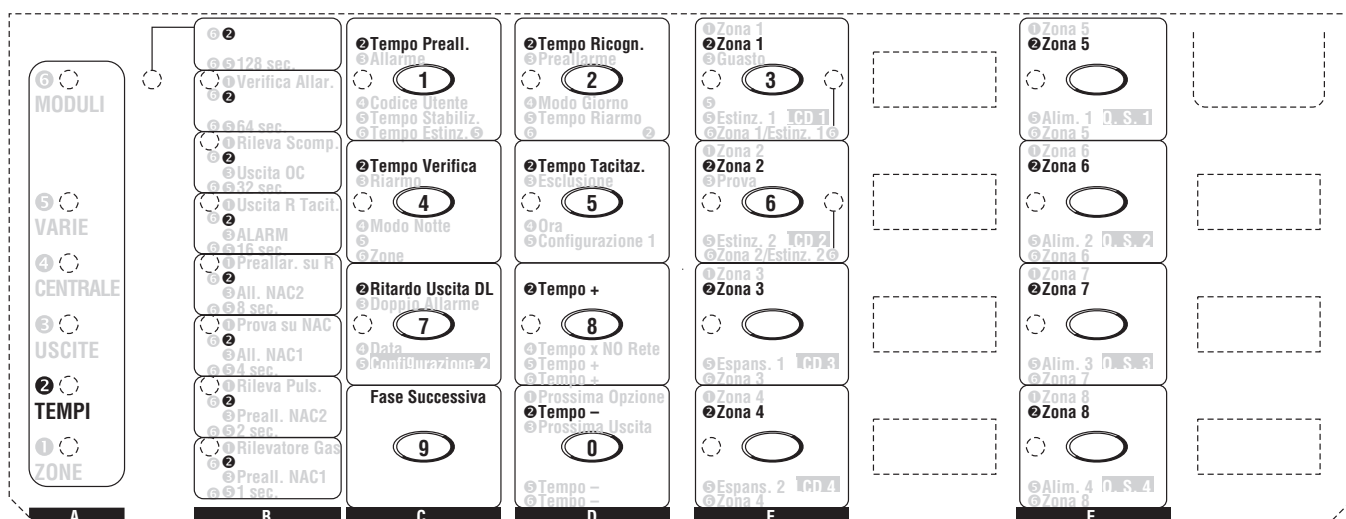

Figura 30 Programmazione tempi
La spia **TEMPI** lampeggia per indicare che si stanno programmando i tempi di funzionamento: in questa fase il significato delle spie e dei pulsanti è quello indicato dalle scritte precedenti dal numero ❷, come mostrato in Figura 30.